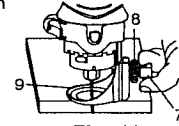

Fig. 11
1. Ajuste la profundidad de la bancada del asa de precisión aflojando la perilla del medidor de profundidad (7) y girando la perilla de ajuste (8) para subir o bajar la bancada (9) según se requiera (vea la fig. 11).